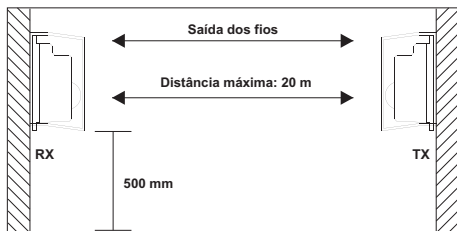

Figura 1
- Certifique-se de que o lado que possui a saída dos fios fique posicionado para cima (figura 1);